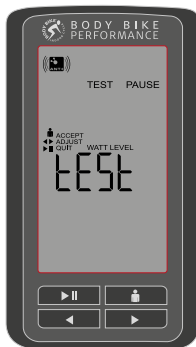

Рис. 38
2. Войдите в режим тестирования, нажимая клавишу , пока на дисплее не отобразится окно режима тестирования (см. рис. 38).